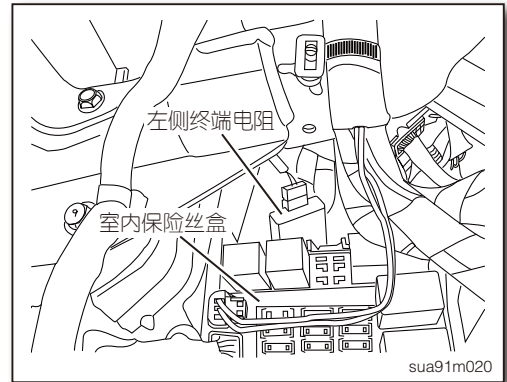

图3
2. 由方向盘左侧与室内保险丝盒上方之间的区域，将左侧终端电阻从固定胶带上分离(如图3)。